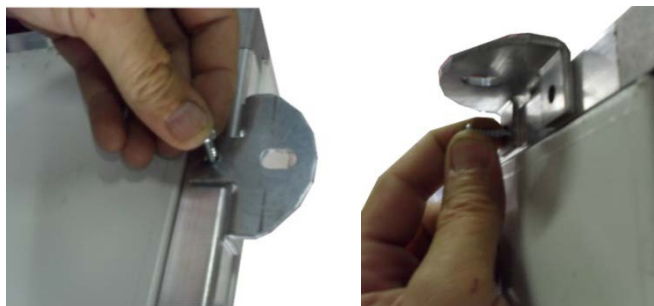

Figura 1 - Fissaggio delle staffe fornite a corredo
- Posizionare le staffe di supporto e fissarle al telaio di alluminio dell'unità con le viti autoforanti in dotazione, con l'ausilio di un trapano avvitatore (vedi Figura 1).
- Se non già installati, posizionare i piedini di appoggio e fissarli al telaio di alluminio dell'unità con le viti autoforanti in dotazione, con l'ausilio di un trapano avvitatore (vedi Figura 1).